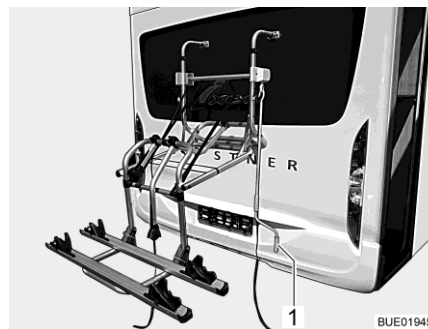

Fig. 3 Portabicicletas, bajado
- Colocar la manivela (Fig. 3,1) en el portabicicletas y bajar el portabicicletas a la altura de la mano.